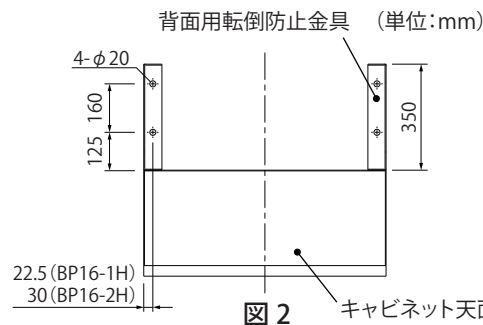
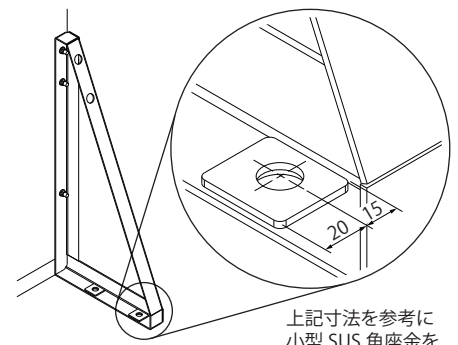

図 2
図 4
4. 背面用転倒防止金具底面のアンカーボルト取付用穴 4-φ20 を使用し、M16 または M12 のアンカーボルトにて床面に固定してください。付属の SUS 角座金はアンカーボルト M12 を使用の際にお使いください。(図 2、3) また、小型 SUS 角座金を使用の際は指定の向きでご使用ください。(BP16-1H の場合) (図 4)